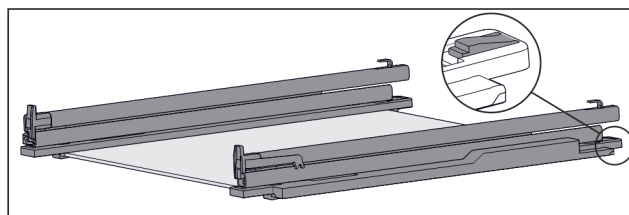

Fig. 117 Glasplatte mit Schienen und Halteteilen
- Halteteil hinten herunterdrücken (siehe Fig. 117) und gleichzeitig Schiene nach hinten schieben.